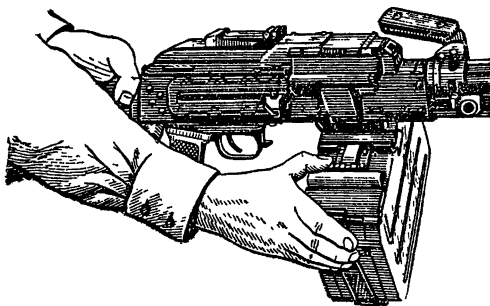

Рис. 3. Отделение коробки с патронной лентой от пулемета
2) отделить коробку с лентой от пулемета (если она присоединена) и проверить, нет ли патрона в патроннике. Лево́й руко́й приподнять приклад пулемета, большо́м пальце́м право́й руко́й отвести защелку коробки вправо и отделить коробку с лентой от пулемета (рис. 3). Удерживая пулемет правой рукой за шейку приклада (пулемет ПКТ — снизу за электроспуск),